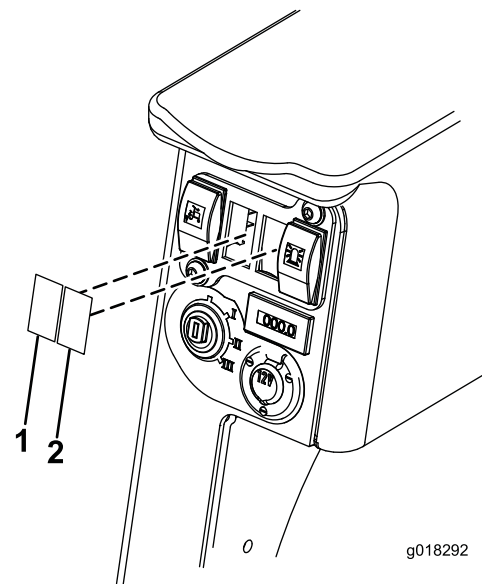

Figura 17
5. Rimuovete i pannelli interruttori finti Figura 17.